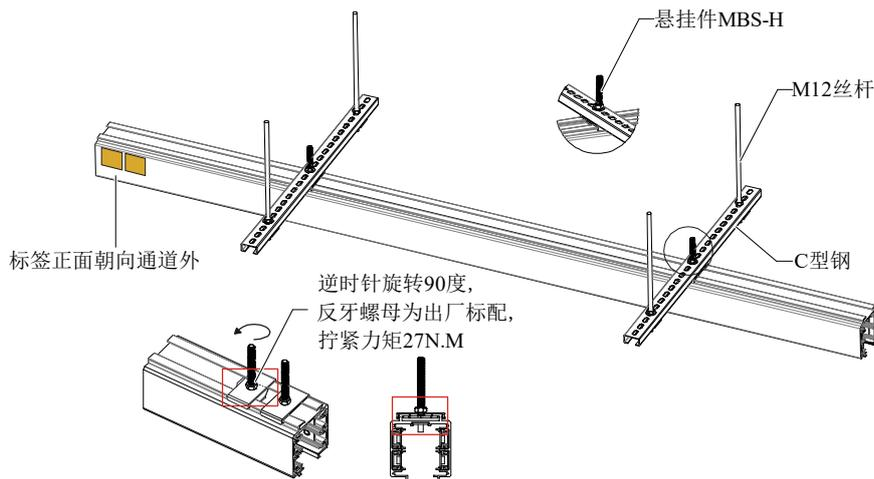

图2-7 母线槽两点吊装安装示意图
2. 先将悬挂件安装紧固在母线槽上，将悬挂件逆时针旋转 90 度，然后用 M10 反牙纹螺母紧固，如图 2-7 所示。